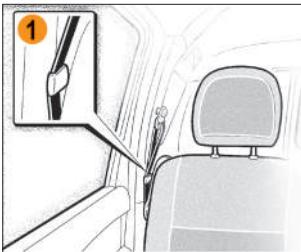

Рис. 2.2.7. Крючок для фиксации ремня безопасности (в вариантом исполнении)
- пропустите ремни безопасности боковых мест через крючки 1 (рис. 2.2.7), а ремень безопасности среднего пассажира сложите в нерабочее положение (ремень должен быть смотан под потолком);